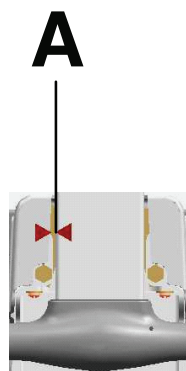

Figura 5 – Ponteiros da seta da grade lateral
3. Puxe a grade lateral para garantir que a grade lateral está trancada e que os ponteiros da seta (A) estão alinhados (Figura 5).